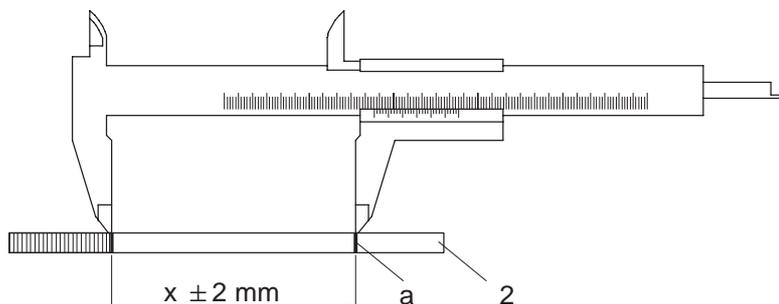

Figure 10.2.1.1–3: Distance "x"
- 7) Mesurez la distance "x" sur la jauge de mesure, voir la figure 10.2.1.1–3 "Distance "x"".